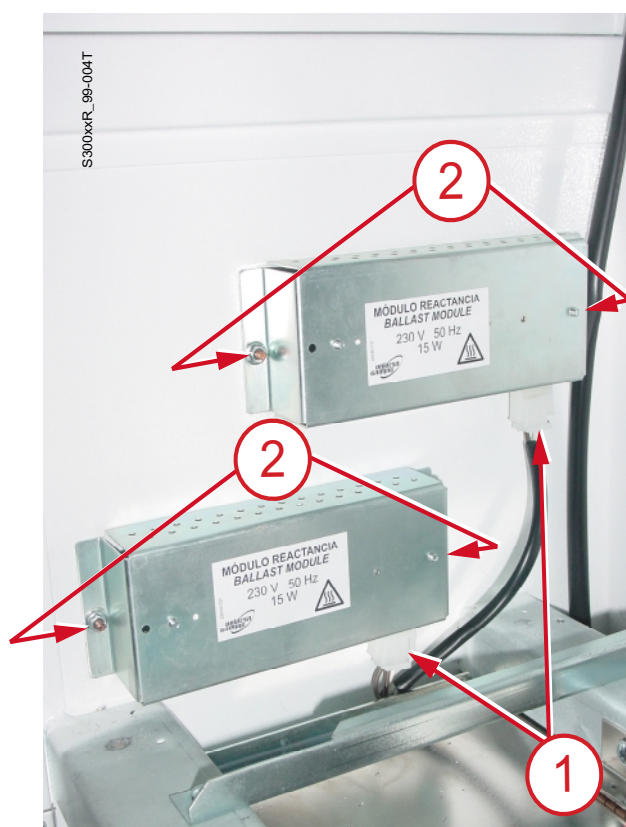

Figura 7.3.d Módulos reactancia fluorescentes ventana central.
- 4) Retire las 2 tuercas que fijan el módulo reactancia al mueble (elementos [2] *Figura 7.3.d*).